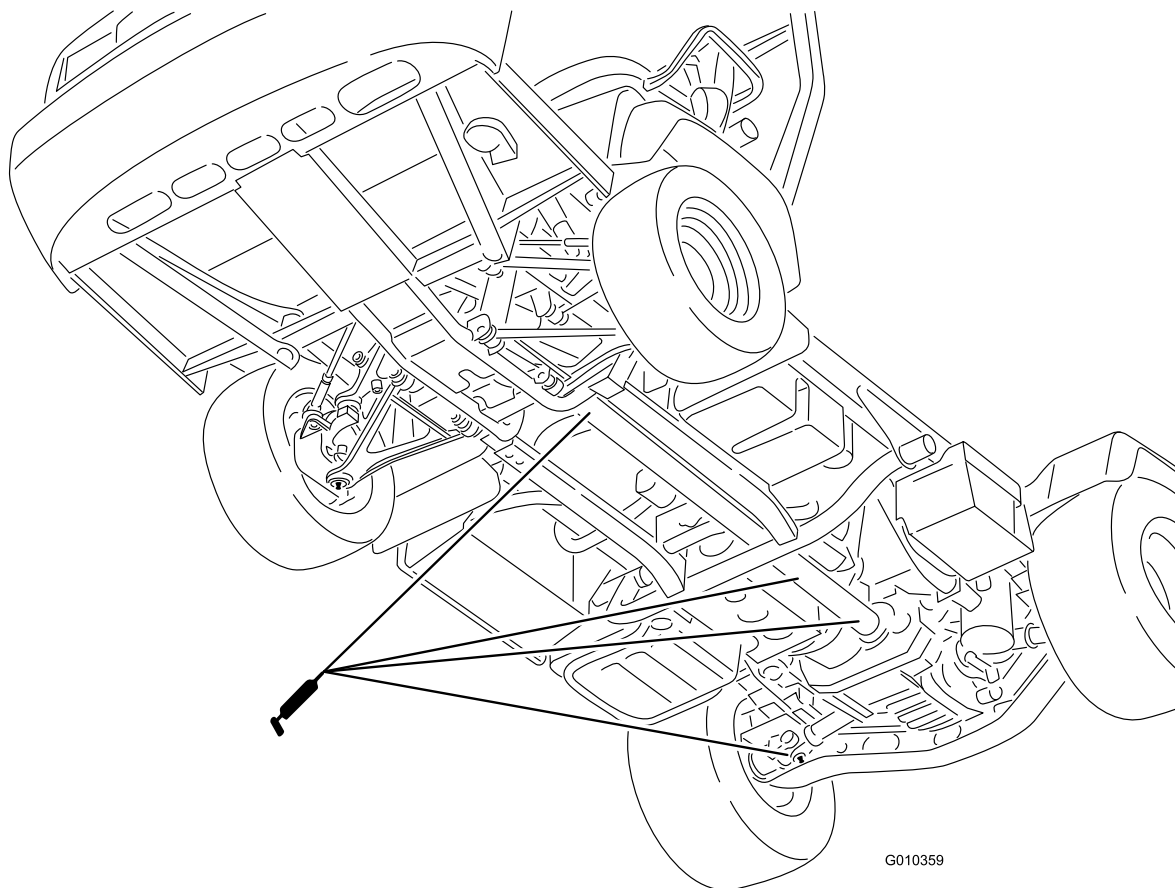

Figura 31
- **Articulación en U (18)**; consulte Figura 31
- **Eje de tracción a 4 ruedas (3)**; consulte Figura 31